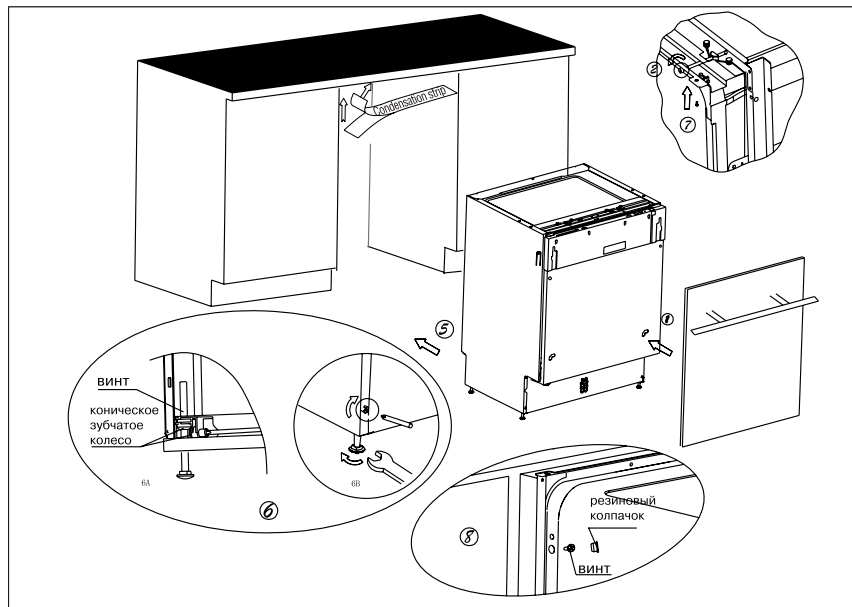

Рис. 7. Последовательность установки посудомоечной машины
1. Используя скобы, прикрепите декоративную дверцу от вашей мебели к дверце машины (см. п. 1 на рис. 7).
стрелки для того, чтобы ослабить пружины дверцы. Невыполнение данной операции может привести к повреждению посудомоечной машины (см. п. 2 на рис. 7).
6. Поместите посудомоечную машину на направляющие (см. п.4 на рис. 7).
9. Выровняйте машину. Задние ножки можно регулировать винтами, расположенными спереди (см. п. 6а на рис. 7). С помощью ключа отрегулируйте передние ножки (см.п. 6в на рис. 7).
- A. Если у Вас столешница из дерева или ДСП, прикрутите машину к ней шурупами по дереву, будьте осторожны, вес машины может вырвать шурупы из дерева (см. п. 7 на рис. 7).
- B. Если у Вас мраморная или гранитная столешница используйте скобы, чтобы прикрепить машину к стенам соседней мебели, при этом необходимо закрыть винты резиновыми шляпками, чтобы не повредить столешницу (см. п. 8 на рис. 7).